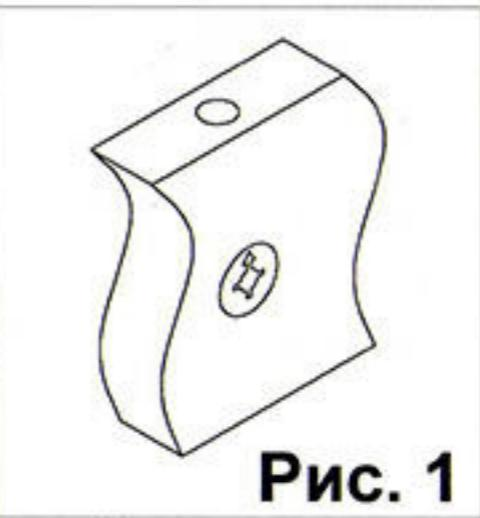

Рис. 1
1. Прибить подпятники (6) при помощи гвоздей, к боковинам 1 и 4. Далее прикрутить направляющие (7), при помощи евровинтов (8), к деталям 2,3 и 4. К стойке 4 направляющие (7) прикручиваются с обоих сторон (со второй стороны направляющие прикручиваются саморезами (5)). Вставить стяжки-растекс (9) в детали 1 и 4, а стяжки-растекс (3) в стойку 3 (см. рис. 1). Забить шканты (1) в детали 1,4, и 3.